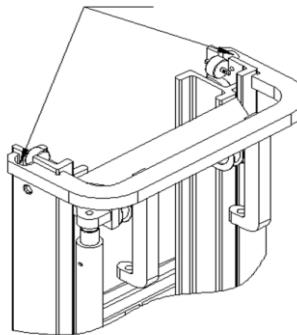

Рисунок 2-21
(1) Места крепления подъемной системы представлены на Рис. 2-21